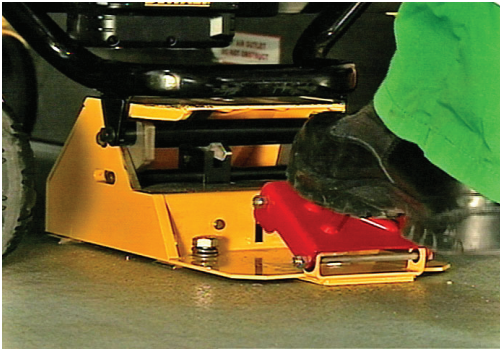

Figure 15 – Appuyer sur la pédale
1. Appuyer sur la pédale jusqu'à ce que le mécanisme de verrouillage libère la civière (Figure 15).